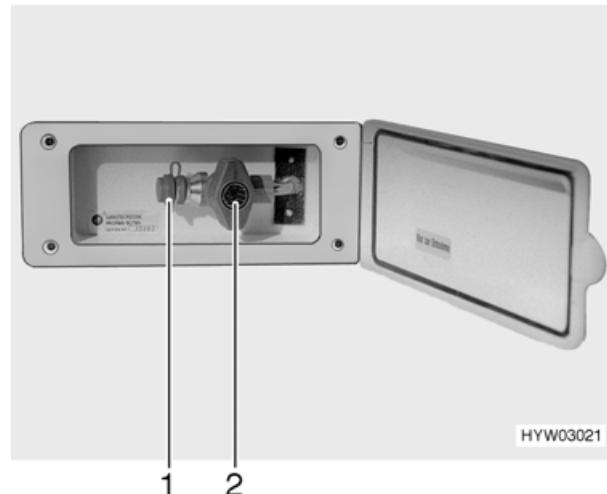

Bild 55 Externer Gasanschluss, Absperrhahn geschlossen
- ▶ Wenn der externe Gasanschluss nicht genutzt wird, immer den Absperrhahn (Bild 55,2) schließen.
- ▶ Darauf achten, dass nach dem Anschließen und nach dem Öffnen des Absperrhahns kein Gas an der Anschluss-Stelle (Bild 55,1) austritt. Wenn der externe Gasanschluss nicht dicht ist, strömt Gas ins Freie. Sofort den Absperrhahn und das Haupt-Absperrventil an der Gasflasche schließen. Den externen Gasanschluss von einer autorisierten Fachwerkstatt prüfen lassen.
Der externe Gasanschluss (Bild 55) befindet sich vorne rechts neben dem Gaskasten.